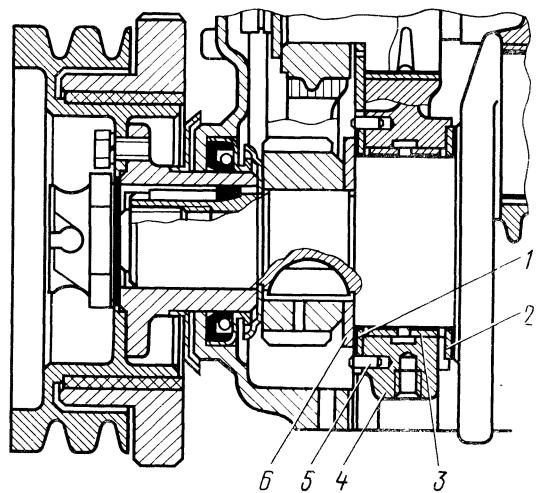

Рис. 8. Передний конец коленчатого вала:
**Коленчатый вал**, отлитый из высокопрочного чугуна, динамически сбалансирован. Осевое перемещение вала ограничено двумя упорными стальными баббитовыми шайбами 1 и 2 (рис. 8), расположенными по обе стороны переднего коренного подшипника. Величина осевого зазора составляет 0,075—0,175 мм и достигается подбором передней шайбы 1 соответствующей толщины.